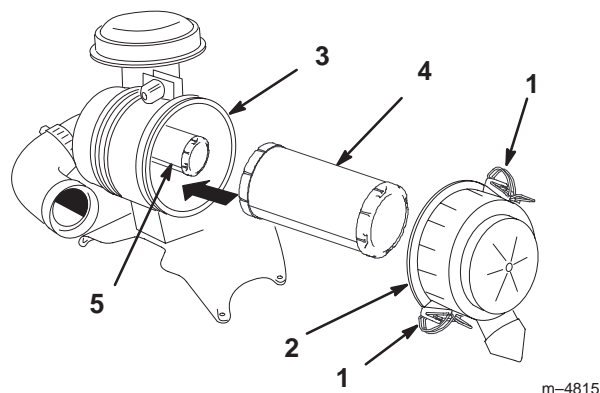

Figure 36
2. Ouvrez les dispositifs de verrouillage du filtre et ôtez le couvercle du corps du filtre (Fig. 36).
4. Sortez l'élément primaire du corps du filtre avec précaution (Fig. 36). Évitez de cogner l'élément à l'intérieur du corps.